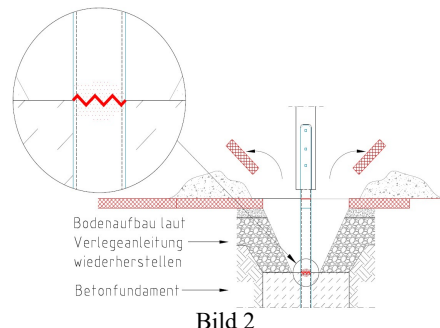

Bild 2
- Wird bei der Prüfung der Bremswirkung, durch Hochziehen der Bremsbügel festgestellt, dass die Bremswirkung deutlich nach der 45° Stellung eintritt, müssen die Bremsgelenkstangen nachgespannt werden. Hier liegt dann ein Verschleiß der Bremsbacken vor. Dazu die beiden Bodenabdeckungen zwischen den Säulen (siehe Bild 1 unten) entfernen. Die Bremsgelenkstange kann durch die Öffnung erreicht werden (siehe Bild 2 unten). Die Spannvorrichtung besteht aus der Gewindestange mit einer Spannhülsenmutter. Die Kontermutter der Spannhülsenmutter lockern und die Spannhülse zur Gewindestange drehen. Die Bremsgelenkstange wird dadurch verkürzt. Zwischen den Umdrehungen immer wieder die Bremsbügel betätigen, um festzustellen ob die 45°- Stellung wieder erreicht ist. Wird der Spannvorgang übertrieben, kann der Bügel in der 90 ° eventuell nicht mehr einrasten. Die Kontermutter wieder anziehen.